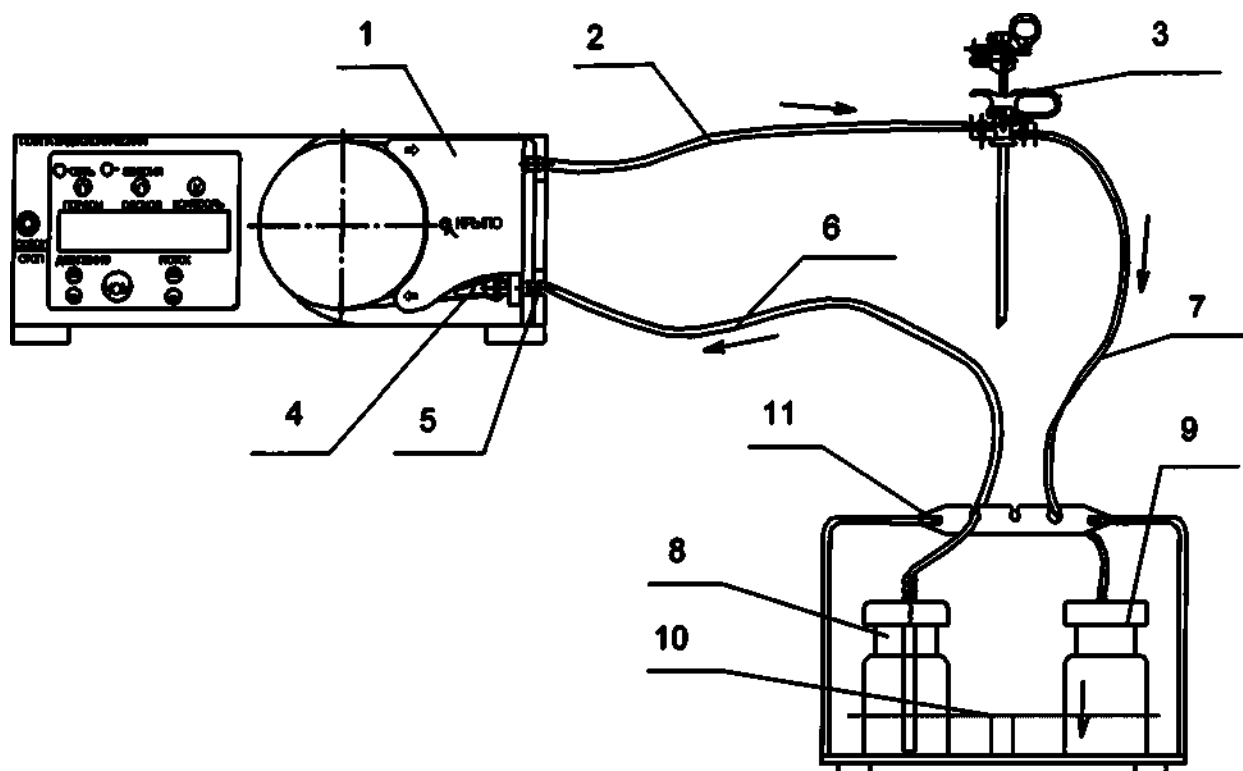

Рис.1
5.6 Соберите набор, подсоедините силиконовые трубки в соответствии с рис. 1.